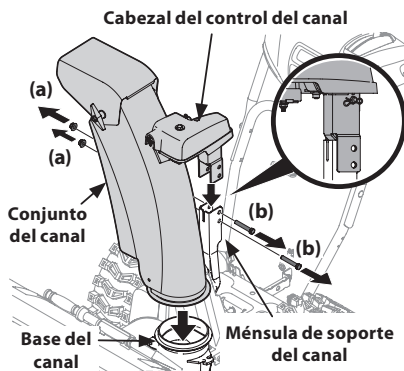

Figura 2-31
1. Extraiga las tuercas de seguridad (a) y los tornillos hexagonales (b) de la ménsula de soporte del canal (para lo que se requerirán dos llaves). Consulte Figura 2-31.
2. Ubique el conjunto del canal sobre la base del canal y el cabezal de control del canal sobre la ménsula de soporte del canal. Consulte Figura 2-31.